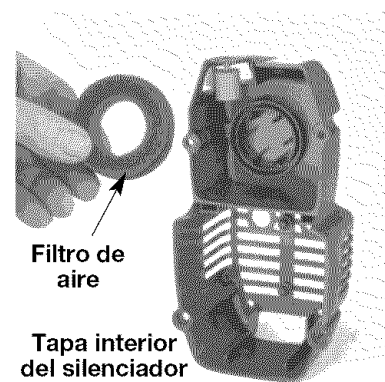

Fig. 17
2. Gire la tapa y ubique el filtro de aire adentro. Saque el filtro de aire de adentro de la tapa del filtro de aire / silenciador (Fig. 17).
6. Cambie el filtro de aire dentro de la tapa del filtro de aire / silenciador (Fig. 17).